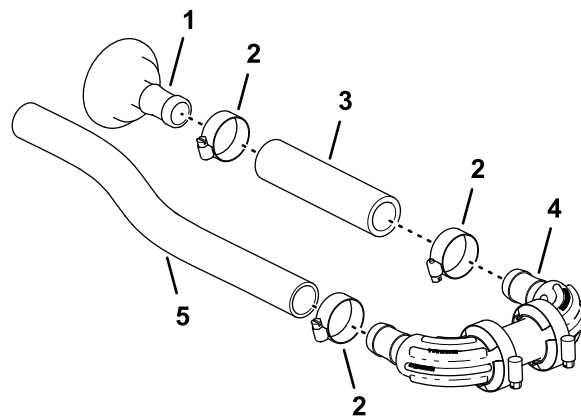

Figura 90
- Monte a outra extremidade do tubo (1 x 5¾ pol.) na união estriada do coletor com uma braçadeira de tubos como se mostra na Figura 90 e aperte a braçadeira à mão.
- Monte o tubo (1 x 16 pol.) na outra união estriada do coletor com uma braçadeira de tubos e aperte a braçadeira à mão (Figura 90).
- Monte o tubo (1 x 5¾ pol.) no tubo reto com entalhe (1 x 2 pol.) com uma braçadeira de tubos (¾ pol. a 1½ pol.) e aperte a braçadeira à mão (Figura 90).